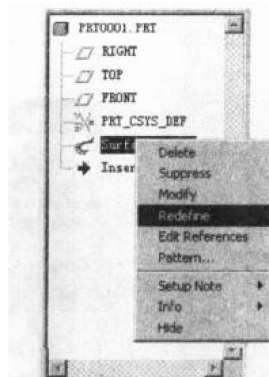

图 1-26
(11) 提示区又提示:  Select or create a SKETCHING PLANE., 选择或构建一个草绘平面, 用鼠标选取 Front (主视图) 基准面, 选方向菜单中的 “Okay”, 选 SKET VIEW (草绘视图) 菜单的
(17) 用鼠标放在模型树的 Surface id 39 上, 再按鼠标右键, 显示右键菜单, 按该菜单中的 Redefine (重定义), 如图 1-26 所示。